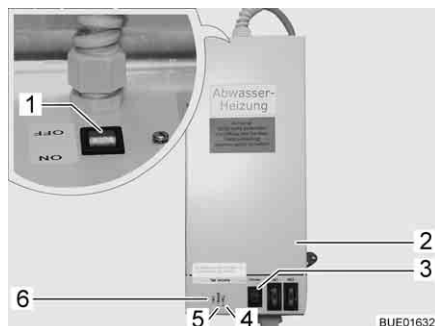

Fig. 255 Transformador con aparato regulador
Según el modelo, el transformador de 230 V AC/12 V DC (Fig. 255,2) estará instalado en el armario ropero o en el baúl del grupo de asientos.
- La luz de control (Fig. 255,5) se enciende verde: Regulador en funcionamiento.
- Las luces de control (Fig. 255,4 y 6) se encienden rojas: Las tuberías de aguas residuales se calientan.
La carcasa tiene un pulsador de prueba (Fig. 255,3) integrado con el cual se puede poner en funcionamiento brevemente el aparato regulador. Presionando el pulsador de prueba se puede comprobar el funcionamiento del calentamiento aún cuando la temperatura ambiente sobrepase los 5 °C.
- Poner el interruptor (Fig. 255,1) en el transformador (Fig. 255,2) en "ON".
- Poner el interruptor (Fig. 255,1) en el transformador (Fig. 255,2) en "OFF".